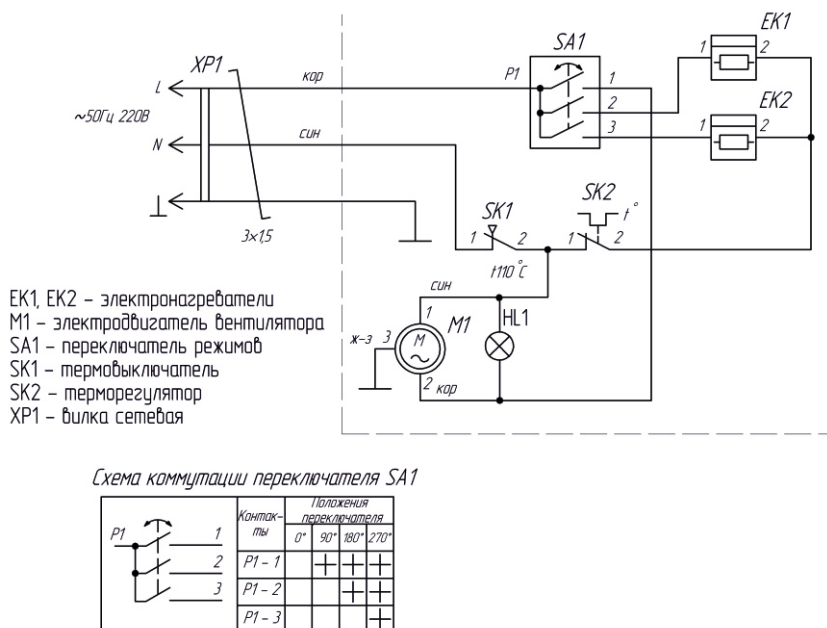

Рис.3 Схема электрическая
5.5 Электрическая схема тепловентилятора представлена на рис.3 Приложения.